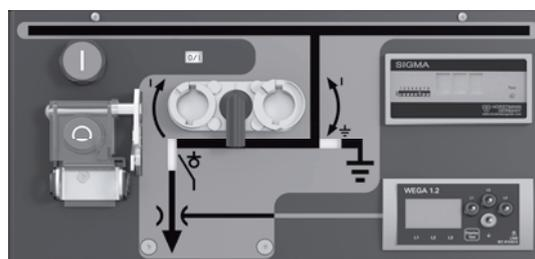

Рис. 4-18. Индикатор сверхтока
Индикатор сверхтока (13) активируется Рис. 4-18 при обнаружении сверхтока в сети.